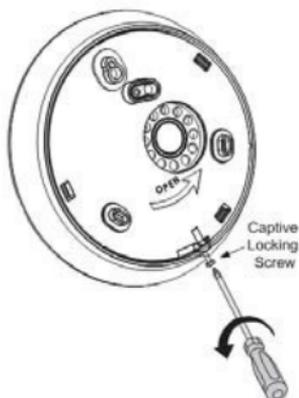

Figure 1: Schraube entfernen
2. Entfernen Sie die Sicherungsschraube an der Sirene (siehe Figure 1).
5. Setzen Sie die Sicherungsschraube ein (siehe Figure 1)